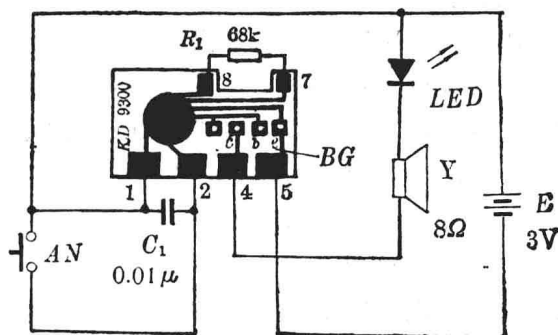

图 1-4
声光音乐门铃电路见图 1-4,它只是在扬声器 Y 回路里同相接入一个红色发光二极管 LED。当按一下门铃按钮 AN,音乐集成块 IC 的触发端 ② 脚获得正脉冲信号,IC 即输出一曲音乐信号,经三极管 BG 放大,就驱动扬声器 Y 发声、LED 发光。